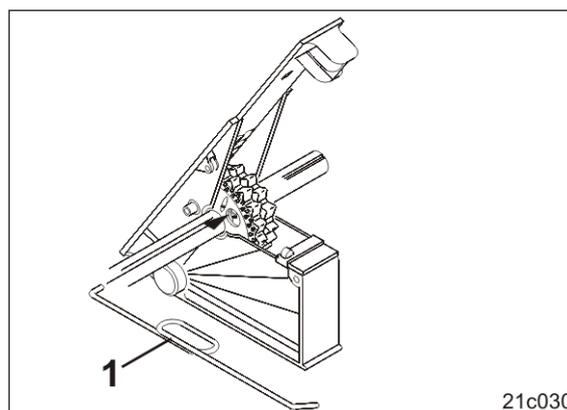

Fig. 163
1. Mit dem mitgelieferten Schlüssel (Fig. 163/1) den Stift hinter der Bohrung bis zum Anschlag in das Normalsärad hinein drücken.